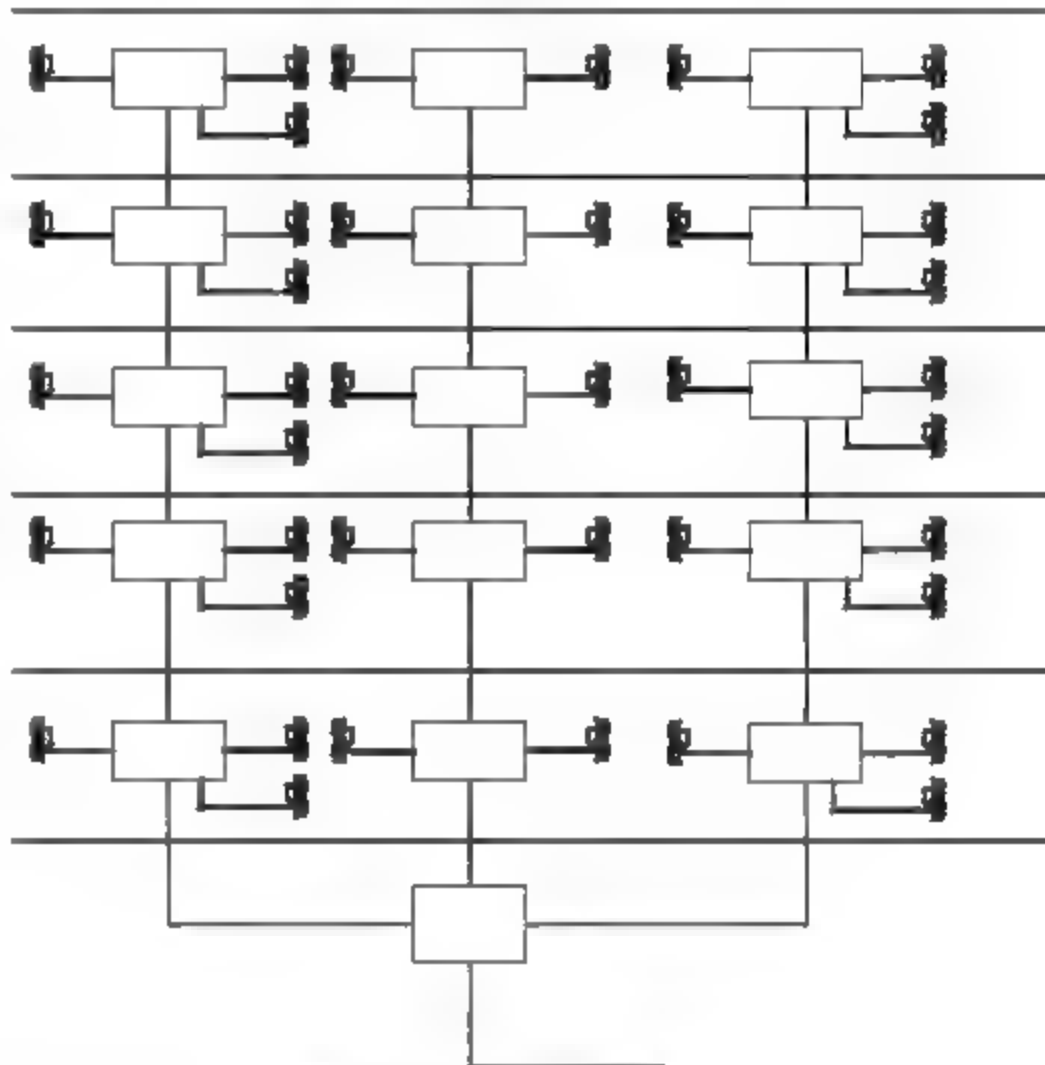

图13-26 绘制线路
**07** 调用PL【多段线】命令，设置线宽为50，绘制如图13-26所示的连接线路。